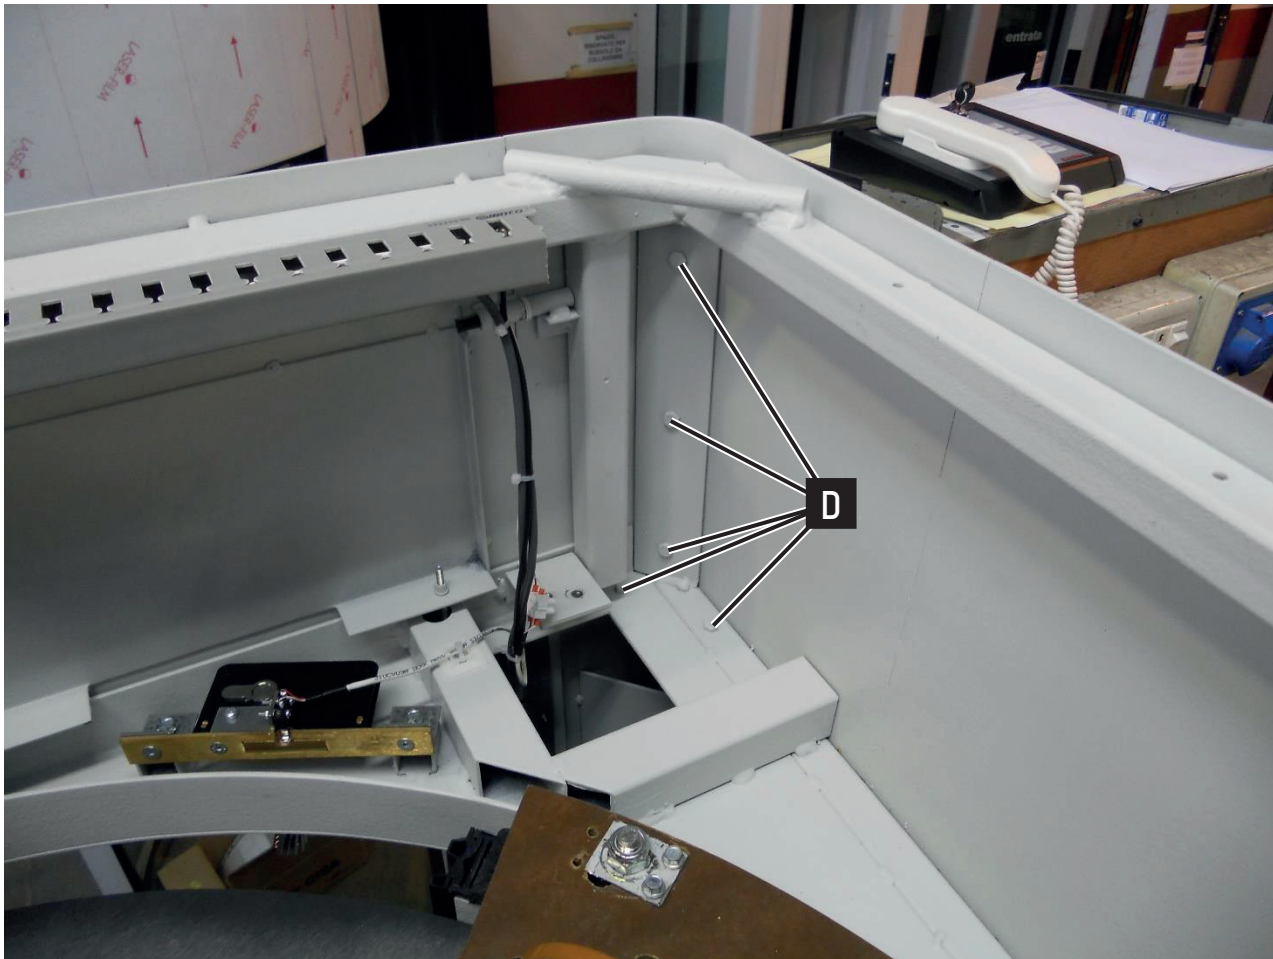
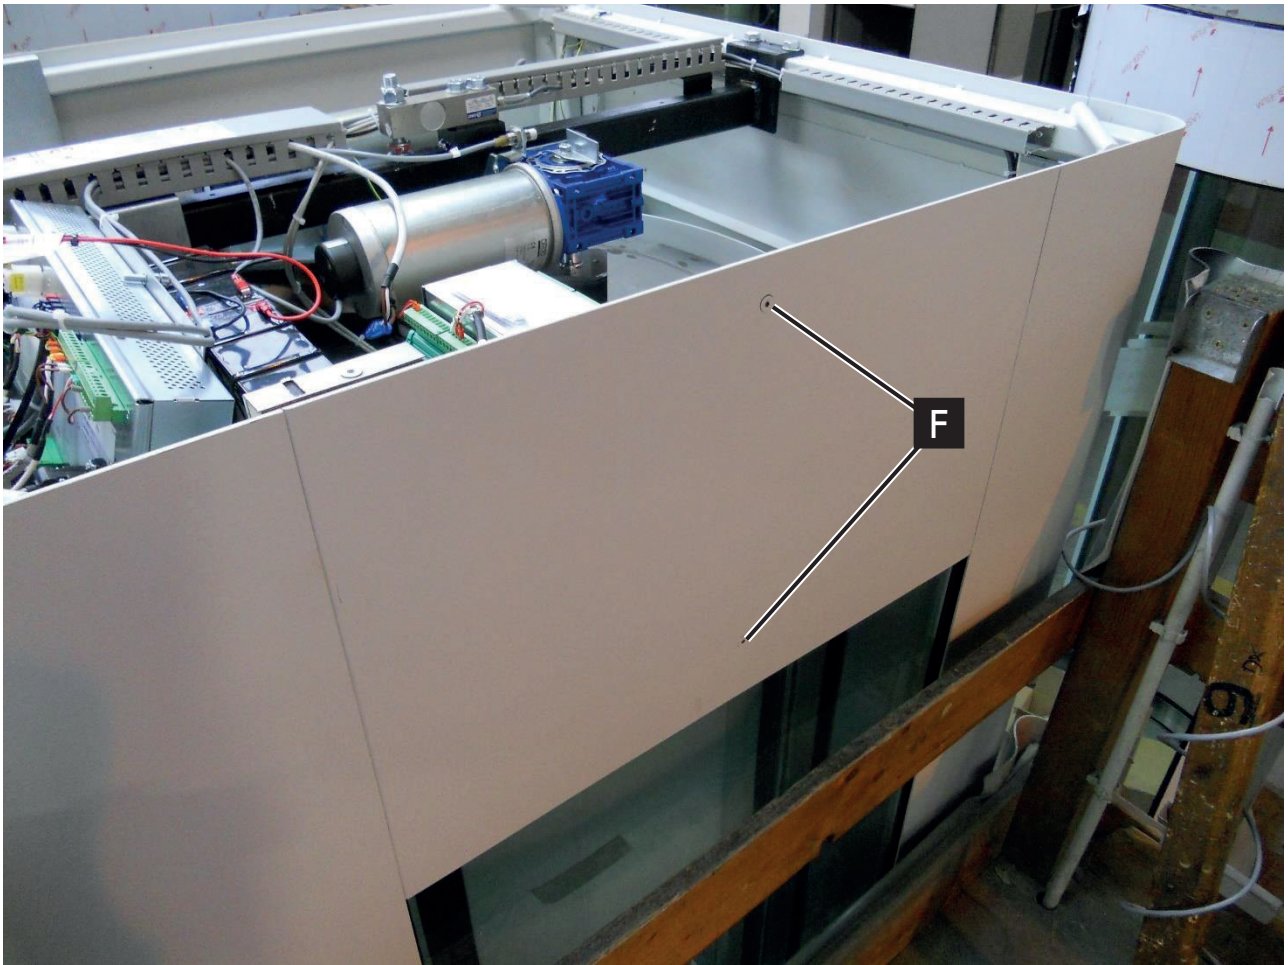

Fig. 26 - (de)montage / Foto 2
Fig. 27 - (de)montage / Photo 3
7. Lossa alla skruvar markerade med D på de 4 vinklarna (och som visas i (⇒ Fig. 26), samt de 4 som är markerade med F på utsidorna (och som visas i (⇒ Fig. 27)).